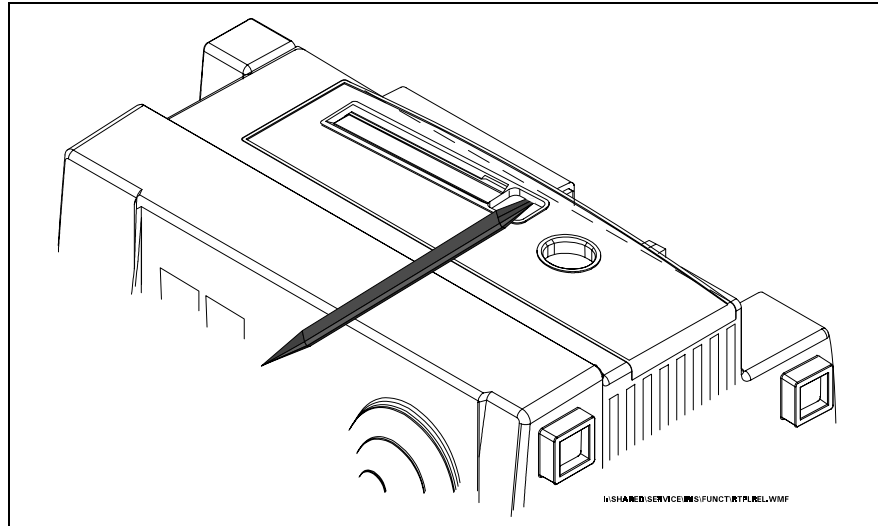

Abbildung 3-3 Ausbau der rechten Seitenplatte
- 5) Führen Sie das Werkzeug zur Entfernung der Seitenplatte vorsichtig in einem flachen Winkel, wie in Abbildung 3-3 dargestellt, in die Öffnung der Auswurfaste ein und hebeln Sie die Platte an der Seite mit dem Werkzeug ungefähr 1/8" (3mm) heraus. **Richten Sie das Werkzeug nicht in Richtung des Einschubfachs.**